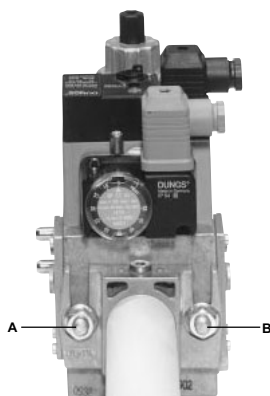

Fig. 3
3. stringere le viti A, B, C e D (Fig. 3 - Fig. 4), rispettando le posizioni di montaggio (Fig. 6);